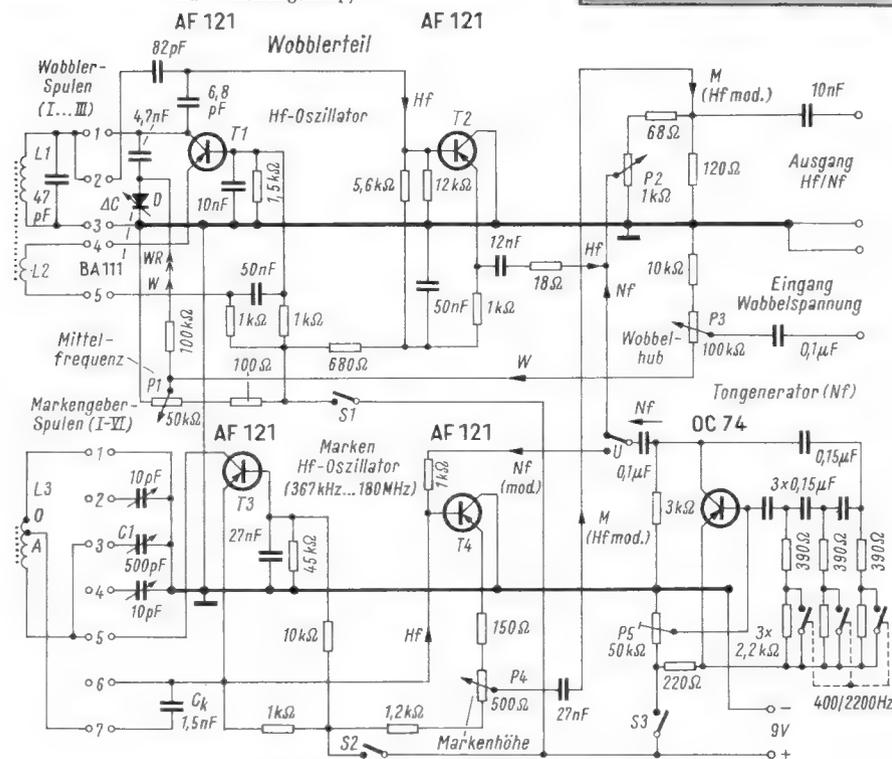
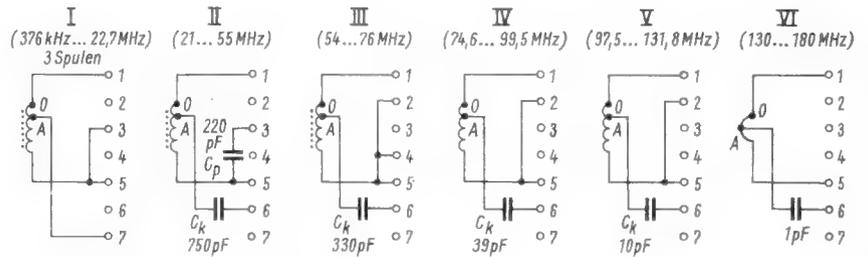

Bild 4. Gesamtschaltung des Wobblersenders und Markengebers
Bild 6. Schaltung der Spulen für den Markengeber
Die Schaltung (Bild 4) gliedert sich also in drei Teile: Wobbler, Markengeber und Tongenerator. Der Wobbler hat vier Bereiche, mit denen die AM-Zwischenfrequenz (452 kHz), die Fernseh-Ton-Zwischenfrequenz (5,5 MHz), die FM-Zwischenfrequenz (10,7 MHz) und die Fernseh-Bild-Zwischenfrequenz (36,4 MHz, Mittelfrequenz) gewobbel werden können. Die Dimensionierung der Spulen L1 und der zugehörigen Bauteile ist so ausgelegt, daß sich in jedem Bereich der notwendige Hub ergibt. Die Voreinstellung der Mittelfrequenz erfolgt durch den Eisenkern der Spule L1 (Bild 5).
Der Markengeber stellt praktisch einen Meßsender dar. Er besitzt acht Bereiche. Vier dieser Bereiche (1...4) sind speziell für die Frequenzmarkierung beim Wobbeln vorgesehen. Die zugehörigen Spulen sind deshalb im Spulenrevolver in dieselben Raststellungen eingesetzt wie die vier Spulenteile der Wobblers. Die restlichen vier Bereiche (5...8) sind nur zur Verwendung als Meßsender bestimmt. L 3 ist die jeweilige Kreisspule des Markengebers. C 1 ist ein AM/FM-Mehrfachdrehkondensator (2 × 500 pF und 2 × 10 pF). Im Muster wurde ein NSF-Erzeugnis verwendet, wobei ein 500-pF-Paket unbenutzt bleibt. Für die unteren Frequenzbereiche (1...4) wird das 500-pF-Paket verwendet, für die oberen Frequenzbereiche (5...8) werden die 10-pF-Pakete benutzt. Die jeweiligen Anschlüsse der Drehkondensatoren sind der Spulentabelle des Markengebers (Tabelle 2) bzw. der Schaltung (Bild 4) zu entnehmen; die Anschlüsse der Spulen sind in Bild 6 dargestellt.
1) Alle Spulen mit 5 mm Durchmesser - 2) mit Hf-Eisenkern - 3) Koppelkondensator C_k im Oszillatorteil (s. Bild 4) - 4) mit Verkürzungskondensator 220 pF (s. Bild 6) - 5) Drahtbügel 5 mm Durchmesser (s. Text).